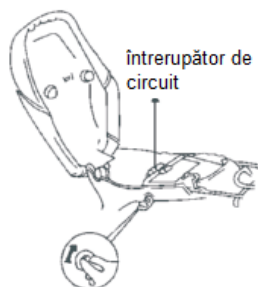

Figura 4-10
7. Utilizarea cutiei de sub șă. Dacă este nevoie să verificați bateria, deschideți cutia de sub șă precum se arată în figura 4-10.